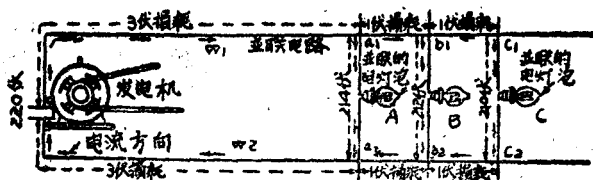

图17 并联电路
(1) 如果在串联电路的任何地点断开，整个电路就不通了，在实际电路应用中难免有断路的情形发生。
(2) 在我们的电灯电路中，每一盏电灯需要 220 伏的电压，如果我们将二盏电灯串联起来，那么电路里的总电压应该是 440 伏，20 盏时 4400 伏，200 盏时 44000 伏，这里反映出的问题，说明串联电路不能应用在电灯电路上，否则我们要用极高的电压，这是很危险的。总之串联电路在实用上还有很多缺点。
⑩并联电路：串联电路既有很多的缺点，不能适合一部分实际应用上的条件，就需要有另外一种联接形式的电路来代替。这种电路就是我们所要介绍的并联电路。并联电路中，各个负荷是并排地接到电源，由于并行的通路不止一个，电源的电流必然的分配到各个负荷中去，所以负荷的并联通路数目多少，电流就有多少路，我们亦就可称并联电路为分流电路。并联电路在应用上是很重要的。图17是一个并联电路，三个电灯泡组成了三个并联分路。发电机产生 220 伏电路，推动